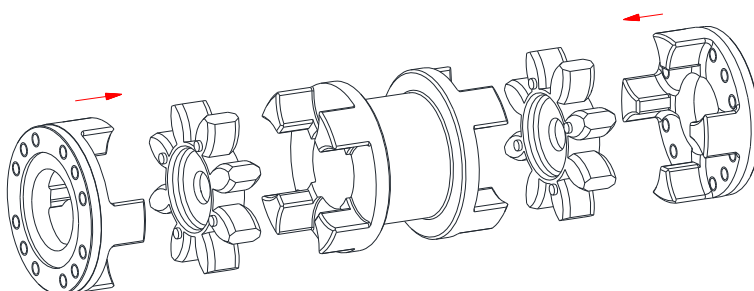

Figura 9: Montagem das flanges espaçadoras, coroas dentadas e espaçador DKM
- Encaixe as flanges espaçadoras, as coroas dentadas e o espaçador esp. DKM (ver figura 9).